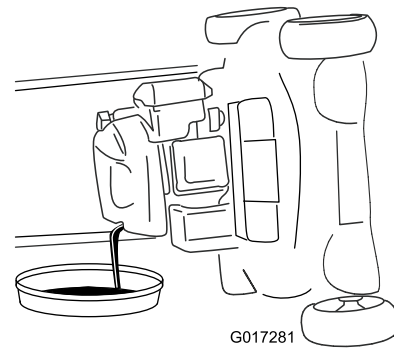

Figuur 30
3. Verwijder de peilstok door de dop linksom te draaien en eruit te trekken (Figuur 30).
10. Lees het oliepeil af van de peilstok (Figuur 30).